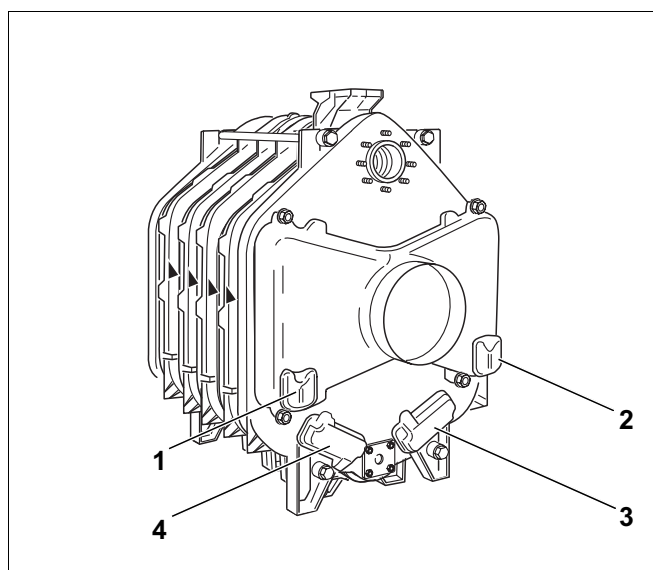

Fig. 27
I fig. 27 er det ferdig utstyrte bakelementet med rengjøringsdeksler på røykgassamleren (fig. 27, **pos. 1 og 2**) og rengjøringsdeksler på bakelementet (fig. 27, **pos. 3 og 4**) vist.